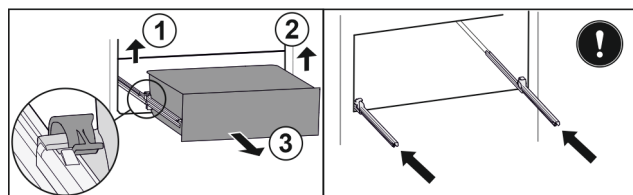

Fig. 152
- Podignite lijevu stezaljku i istovremeno izvucite ladicu lijevo prema naprijed. Fig. 152 (1)
- Podignite desnu stezaljku i istovremeno izvucite ladicu desno prema naprijed. Fig. 152 (2)
- Izvadite ladicu prema naprijed. Fig. 152 (3)